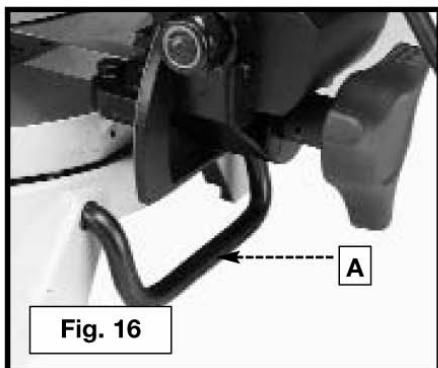
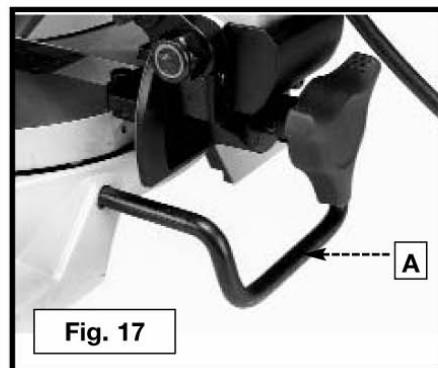
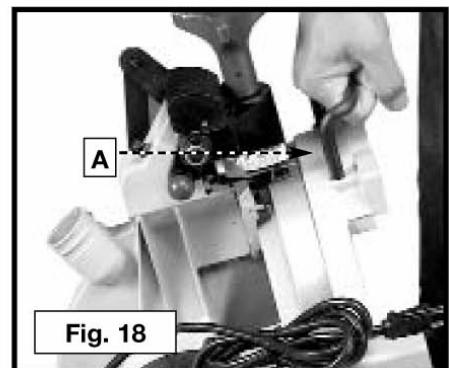

Fig. 16
Fig. 17
Fig. 18
**IMPORTANTE:** Levantar a serra de esquadria pela alavanca do interruptor pode causar desalinhamento. Sempre eleve a máquina pela base ou pela alavanca (ver Fig. 18).
Uma barra estabilizadora traseira (A) Fig. 16 é fornecida para evitar que a máquina se desequilibre para trás quando a cabeça de corte estiver na posição “vertical”. Para maior apoio, a barra (A) Fig. 17 deve ser trazida para fora o máximo possível. a barra estabilizadora (A) Fig. 18 também pode ser usada para transportar a máquina.